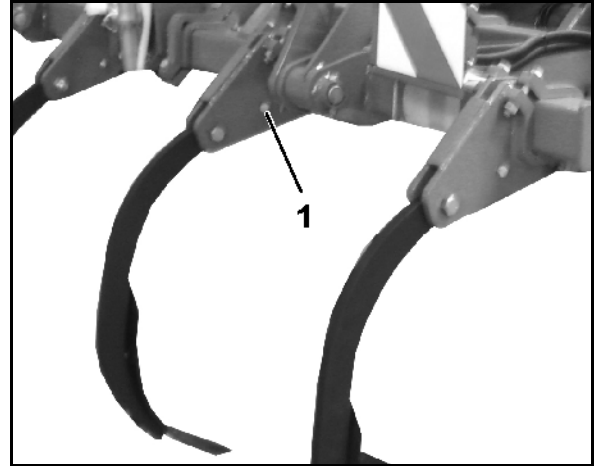

Fig. 27
- Efter brudbolten er brudt af (Fig. 27/1) i tilfælde af overbelastning, skal der sættes en nye brudbolt i (M12x90 8.8).